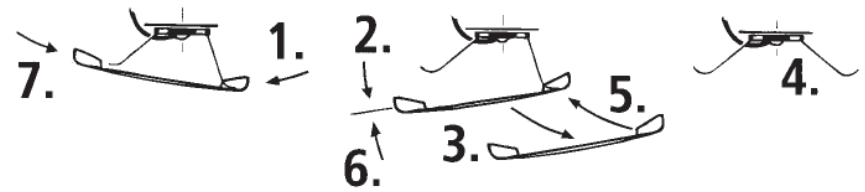
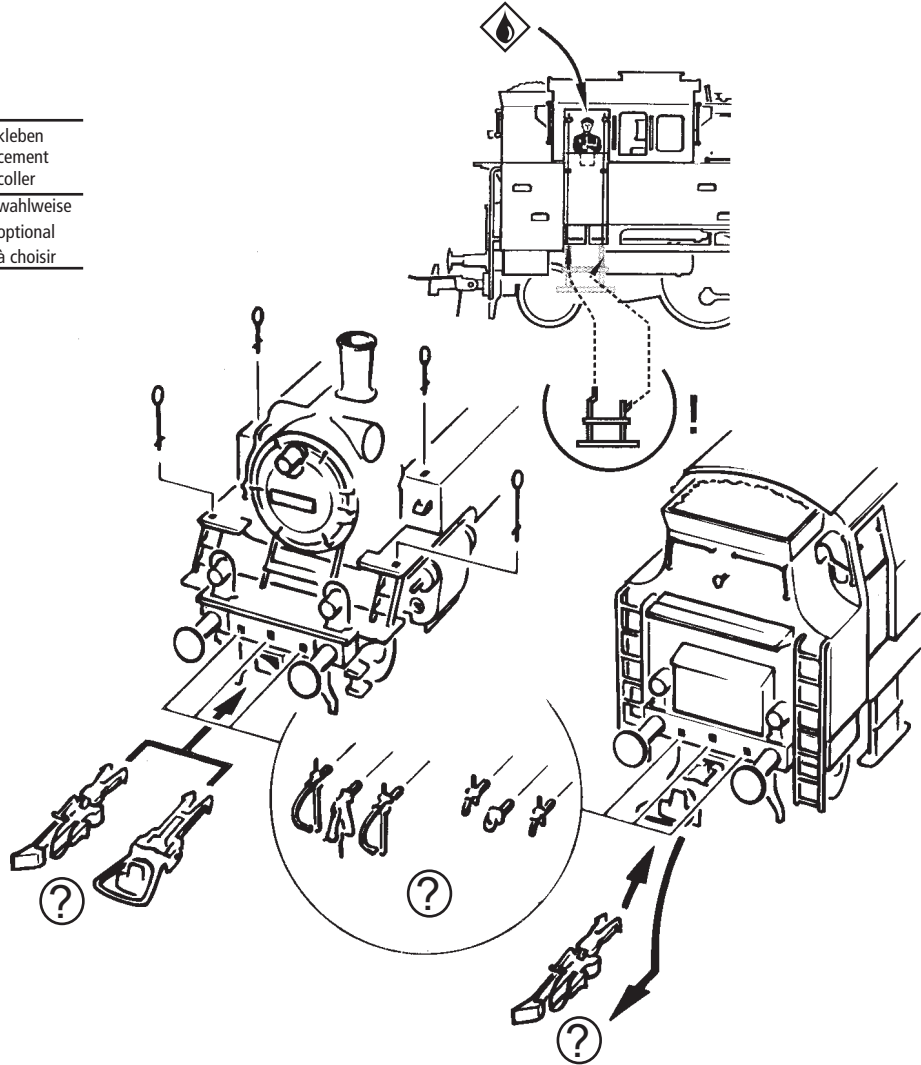

Fig. 6
Fig. 4
Zuerst das Lokgehäuse abnehmen (Fig. 4). Danach den Brückenstecker aus der Schnittstelle entfernen (diesen sorgsam aufbewahren). Zuletzt den Stecker des Steuerbausteins lagerichtig einsetzen (siehe Fig. 6).
2. Schmierung: Versehen Sie die im Schmierplan in Fig. 7 gekennzeichneten Stellen mit nur **kleinen Öltropfen**. Dazu zuerst das Lokgehäuse abnehmen (Fig. 4). Wir empfehlen den ROCO **Öler Art.-Nr. 10906**. Fürs Schmieren der Getriebeteile (Zahnräder, Schnecke) empfehlen wir das **ROCO-Spezialfett Art.-Nr. 10905**. Im Falle der Schmierung diese Teile **nicht ölen**.
5. Kohlebürstenwechsel: Lokgehäuse abnehmen (Fig. 4). Danach wird der **Motor ausgebaut** und die **Kohlebürsten ausgewechselt** (Fig. 10).
First remove loco body (fig. 4). Then remove the jumper from the interface. Finally put the plug of the chip into the interface as shown in fig. 6.
2. Lubrication: Apply **tiny oil drops** to spots marked in fig. 7. Prior to lubrication dismantle the loco body (fig. 4). We recommend using item no. **10906, Roco oiler**. For lubrication the gearparts (e.g. cogwheels, worm) we would recommend our Roco **special grease** (item no. **10905**).
3. Steam generator application: First remove the smokestack (fig. 4) and then push in the Seuthe steam generator no. 10 (running in digital mode: use no.11) (fig. 5).
5. Carbon Brush Changing: First remove loco body (fig. 4), and then the motor (fig. 10).
Exploitation en télécommande multi-trains: Veuillez démonter d'abord la caisse de votre locomotive (fig. 4). Enlevez ensuite la fiche de shuntage de l'interface (à conserver!) et enfichez finalement la fiche du module de télécommande aux prises de l'interface. Veillez à la position correcte de la fiche (voir fig. 6).
2. Graissage: N'appliquez **qu'une toute petite goutte** aux endroits indiqués par le plan de graissage (fig. 7) après avoir démonté la caisse de locomotive (fig. 4). Nous vous recommandons le **graisseur à huile Roco réf. 10906**. Pour graisser les engrenages (roues dentées, vis sans fin) nous vous conseillons la **graisse spéciale Roco réf. 10905** pour engrenages en matières synthétiques. Lorsque vous utilisez cette graisse il faut éviter d'huiler ces composants.
3. Emploi d'appareil fumigène: Veuillez démonter d'abord la caisse de votre locomotive (fig. 4) et introduisez ensuite le fumigène au chassis (fig. 5) **Attention:** Le fumigène Seuthe n° 10 n'est à utiliser qu'en exploitation classique >>analogue<<. Pour une locomotive munie d'un décodeur de commande numérique faites appel au fumigène Seuthe n° 11!
5. Remplacement des balais du moteur: Démontez la caisse de votre locomotive (voir fig. 4). Sortez ensuite le moteur de son logement (voir fig. 10) et échangez finalement le balais.
voir } Fig. 4